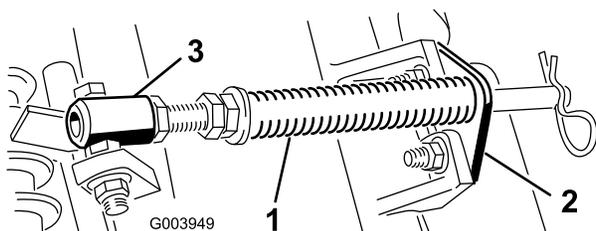

Figura 5
A. Retire os 2 parafusos e porcas da carroçaria que prendem o suporte da barra aos separadores da unidade de corte (Figura 5).
B. Retire a porca flangeada que prende o parafuso com cabeça do tubo de mola ao separador da estrutura de suporte (Figura 5) Retire o conjunto.